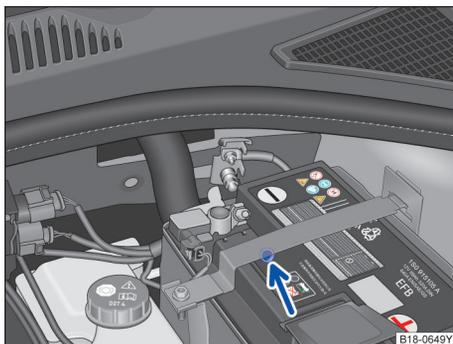

图 149 汽车蓄电池上侧的视窗（示意图）
- 为在发动机舱中作业准备好汽车 → 图 149。
- 打开发动机舱盖  → 图 149。
为了能清楚地识别汽车蓄电池上面圆形视窗内的颜色指示 → 图 149（箭头），请准备充足的照明。切勿用明火或闪烁着火星的物品作为照明。